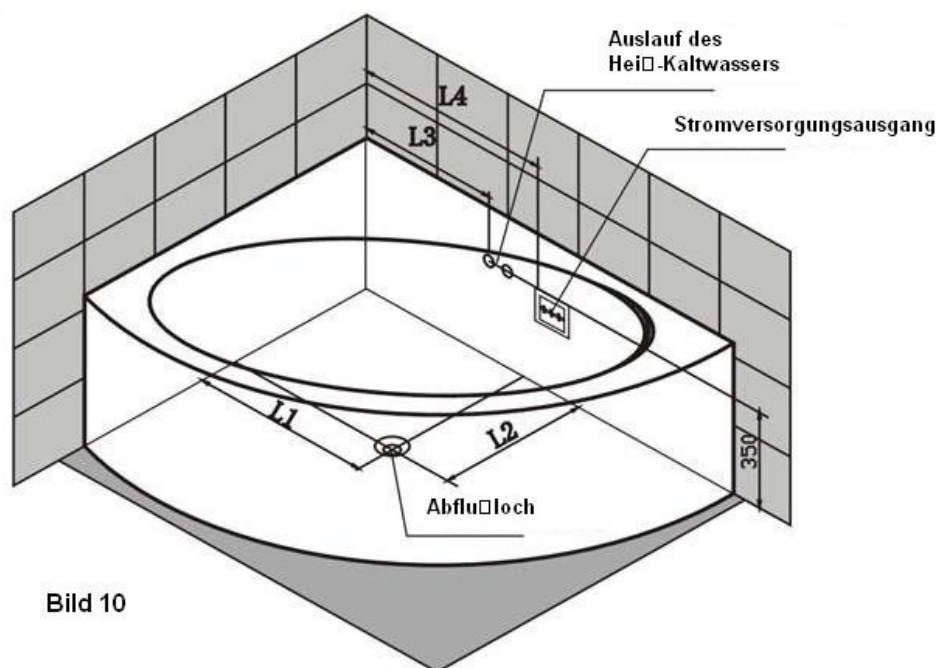

Bild 10
1. Den Platz für das Wasserabflußloch bestimmen und die Ausgänge der Zuleitungsrohre für Kalt- und Heißwasser in einer Höhe von 350 mm vom Niveau an die Wand herausführen. (Bild 10).